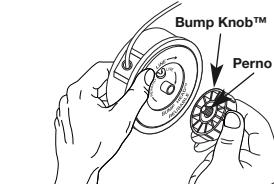

Fig. 12
- Sostenga la bobina exterior con una mano y desenrosque la Bump Knob™ en sentido antihorario (Fig. 12). Inspeccione el perno de adentro de la perilla percusiva para verificar que se mueva con libertad. Cambie la perilla percusiva si está dañada.
- Sostenga la bobina exterior con una mano y desenrosque la perilla percusiva en sentido antihorario (Fig. 12). Inspeccione el perno dentro del botón de tope para verificar que se mueva con libertad. Cambie la perilla percusiva si está dañada.